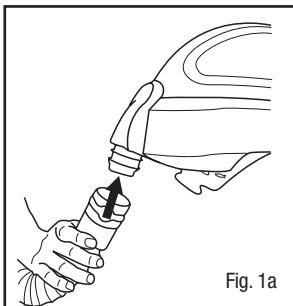

Fig. 1a
- Conecte los tubos de respiración aprobados al empujar el extremo QRS (pivote de liberación rápida) del tubo (i.e., extremo con el clip negro) en la entrada de aire de la careta (Fig. 1a). Se debe escuchar un clic del tubo de respiración al conectarlo. Revise si el tubo de respiración esté fijo en la careta al girar y jalar la conexión. Si no está bien conectado, desconecte y vuelva a conectar.